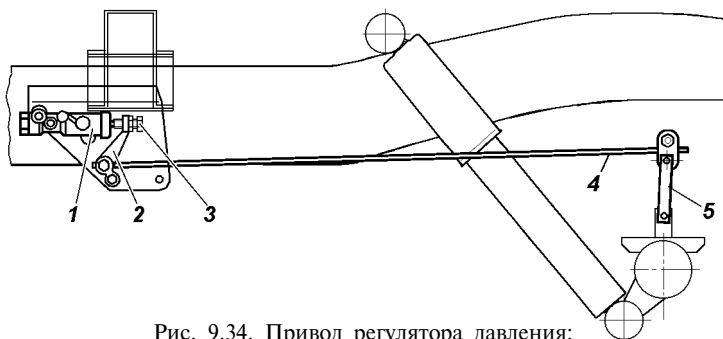

Рис. 9.34. Привод регулятора давления:
В процессе эксплуатации и при замене задних рессор необходимо регулировать усилие упругого рычага 4 (рис. 9.34) на поршень регулятора. Регулировку производите в следующей последовательности:
4. Доверните болт 3 (см. рис. 9.34) на 2,3 оборота (14 граней головки болта).